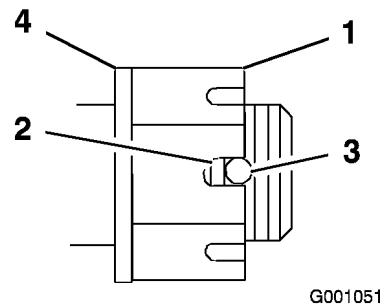

Figure 45
- Serrez l'écrou crénelé à 170 Nm (Figure 45).
- Mesurez l'espace entre la base de la fente de l'écrou et le bord intérieur du trou. On ne doit pas voir plus de deux filets (Figure 45).
- Serrez l'écrou jusqu'à ce que la série de fentes suivante soit en face du trou de l'axe (Figure 45).